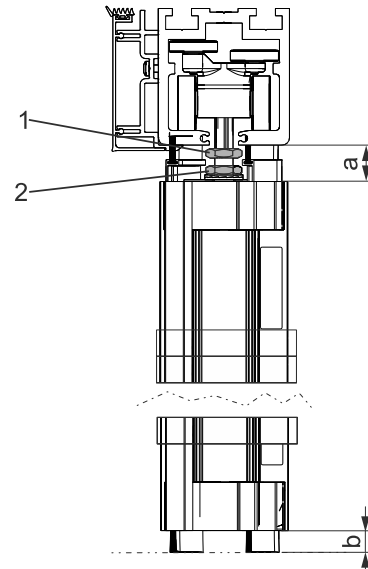

Abb. 19: Flügel in der Höhe ausrichten
- An beiden Laufwagen Mutter (Abb. 19/2) lösen und Schraube am Sechskant (Abb. 19/1) verstellen, bis der Höhenabstand zum Fußboden 10 mm beträgt (Maß b). Dabei auf das obere Maß a ( $20 \pm 4$  mm) achten.